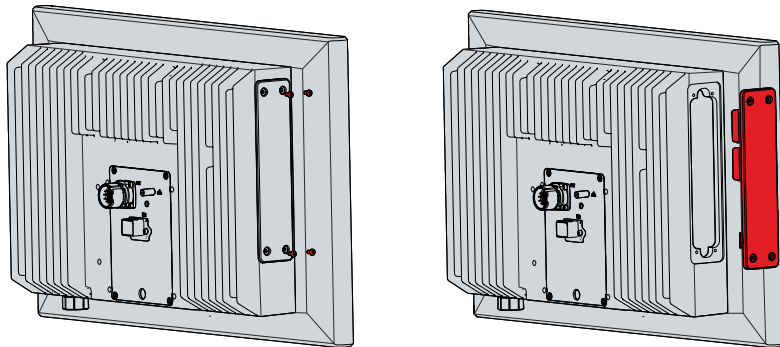

Abb. 42: CP32xx-1600\_Austausch Lüfterkassette
1. Ziehen Sie die Festplatte aus dem PC heraus (siehe Abb. 42).